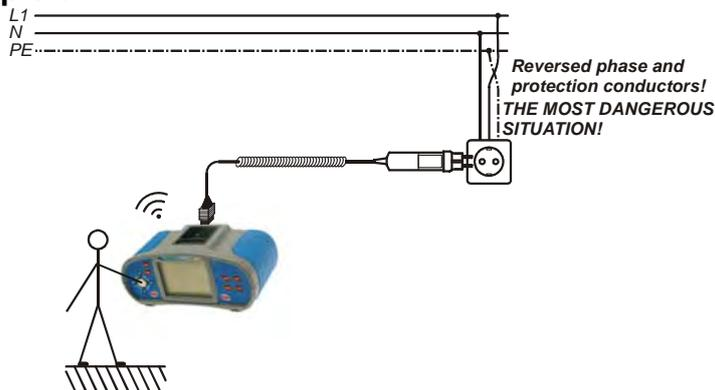

Abb. 5.51: Anschluss des Taster-Steckers an die Netzsteckdose mit vertauschten L- und PE-Leitern
- ❑ Schließen Sie die Prüfleitungen an die zu prüfende Anlage an (siehe Abb. 5.51 und 5.52).